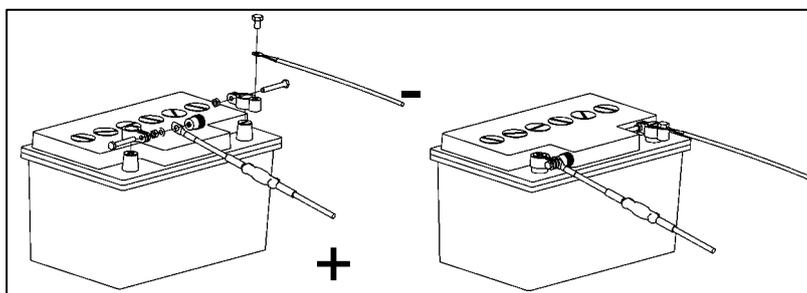

Fig. 47
- Inserte el conector del panel de control (1) en el conector de la unidad de control (2) (vea Fig. 47).
- Enrute el "cable de la unidad de potencia", el cable positivo y el cable negativo (25 mm²) hasta la fuente de alimentación a los terminales provistos para la batería y conéctelos (vea el ejemplo de la Fig. 47)